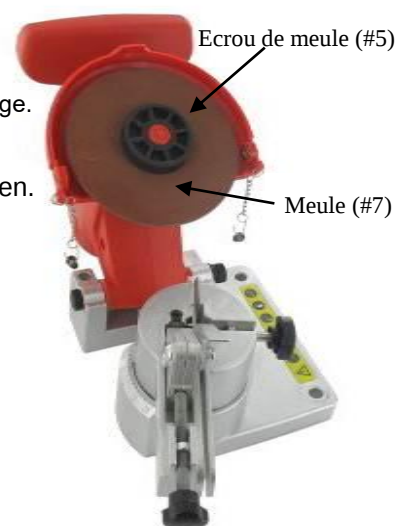

FIGURE 4
3. Desserrer l'écrou en résine (Rep.5) (figure 4.)
4. Mettre en place la meule (Rep.7) sur son moyeu centreur (figure 4).
3. Resserrer l'écrou (Rep.5) en maintenant la meule avec votre main (figure 4).